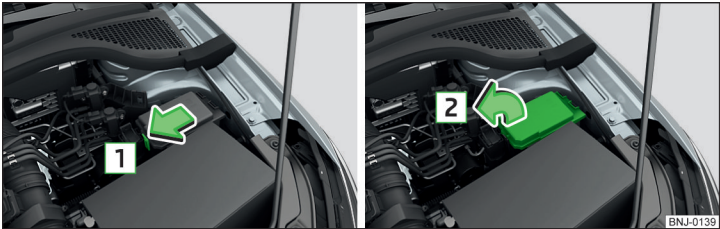

Fig. 293 Retirar la cobertura
- Presionar las teclas de bloqueo de la cubierta en el sentido de la flecha  y retirar la cubierta en el sentido de la flecha  » fig. 293.